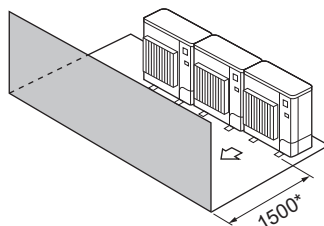

Abb. 2-11
- ③ Hindernisse nur auf der Vorderseite (Abb. 2-11)